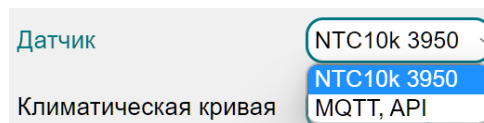

Рисунок 14
- Параметр *Датчик* (рис. 14):